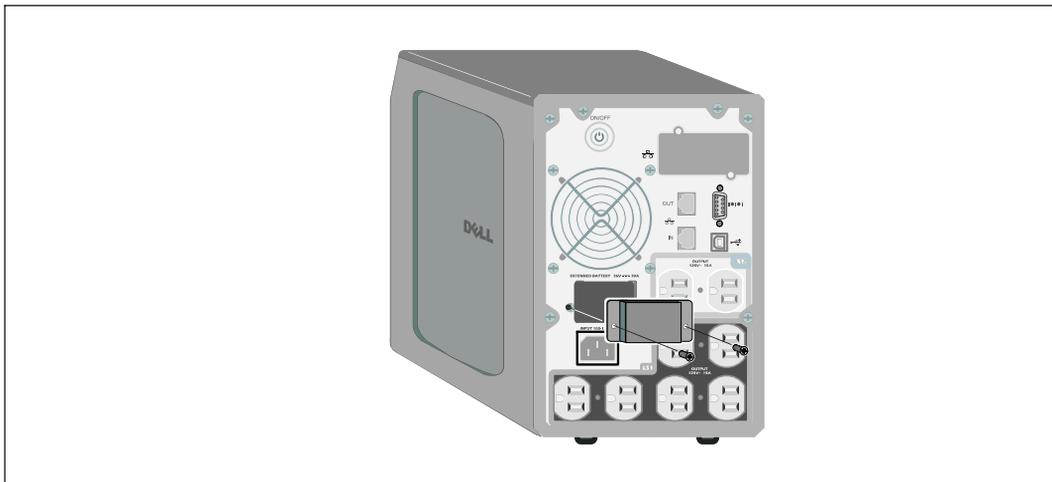

Рис. 13. Удаление крышки разъема батарей
- 1 Снимите крышку разъема батарей с задней панели, как показано на Рис. 13. Отложите крышку и винты в сторону.